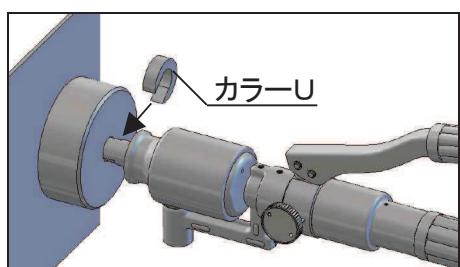

図8
8. B92およびB104の穴あけは1回の操作では完全に抜けきりません。ストロークエンドまで加圧した後、切替えノブを左(リリース側)に回し、一度パンチを戻します。次にダイとシリンダ部の間にカラーU(別売品)をはさみ、切替えノブを右(パンチング側)に回し、再度加圧ハンドルを操作して穴あけをします。(図8)